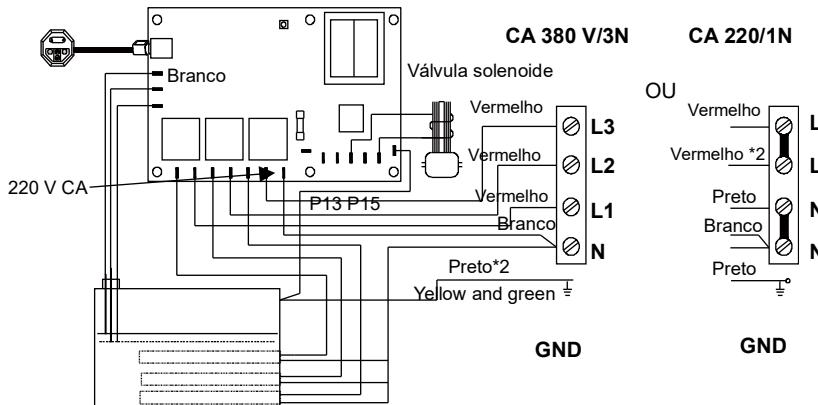

Figura 5: Figura de ligação do gerador de vapor
5. A figura mostra a cablagem do controlador da série ST. (Figura 5)